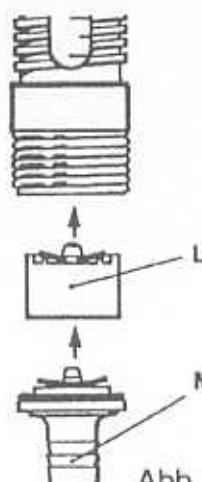

Abb. 21
- Das kurze Ventil wieder in den Dosierkörper stecken (Abb. 21).